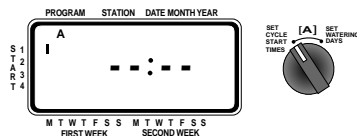

FIGURE 5 : Ecran d'affichage et heures de début
- Tournez le bouton à la position **CYCLE START TIMES** du programme désiré. L'écran affichera A ou B selon le programme sélectionné. Il affichera aussi — : — et un curseur clignotant s'affichera en **START 1** (voir la figure 5).